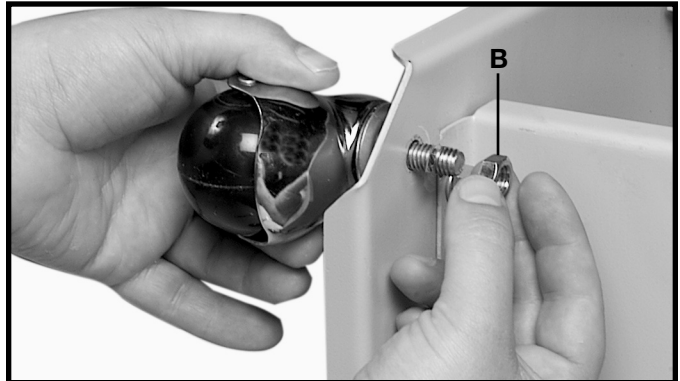

Fig. 4
3. Enrosque una tuerca hexagonal reborde (B), Fig. 4, en la cabeza de cada uno de los cuatro pernos y apriétela firmemente.